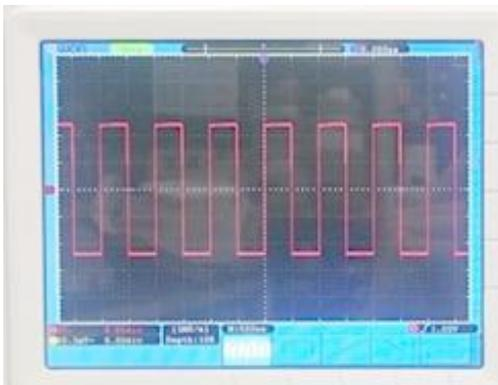
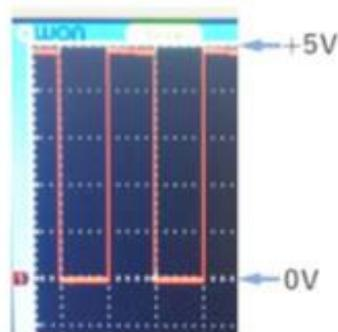

図 A-11 Autoset 後のテスト信号
図 A-12 DC 結合でのテスト信号
図 A-11 が、Autoset 後のテスト波形である。設定パラメータは「①1V~ 0.00div」、 「M:500us」、 「T0.000ns」であるから、入力1は縦1目盛りが1Vで交流(AC)結合、時間間隔は1目盛りが500マイクロ秒、水平方向の移動は0であり、従って、図 A-11 の場合の波形は、0.5msごとに、5Vの増減が繰り返されているので、周期は1ms（周波数は1kHz）、最大電圧と最小電圧の差 $V_{p-p}=5V$ の方形波であることが確認できる。ちなみに、CH1の結合を交流から直流に変えてみる（図 A-12）と、この方形波は0V→5V→0V→5V→…であることがわかる。